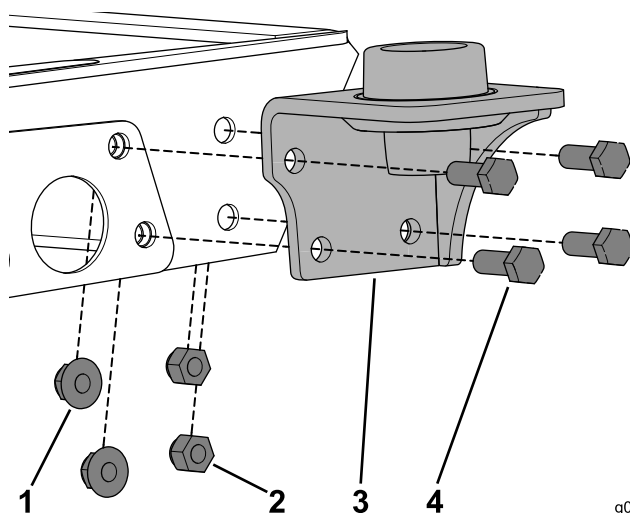

Figure 18
1. Retirez les fixations existantes et utilisez les 4 boulons (3/8 x 1 po), les 2 écrous et les 2 contre-écrous pour fixer le support à la machine (Figure 18).